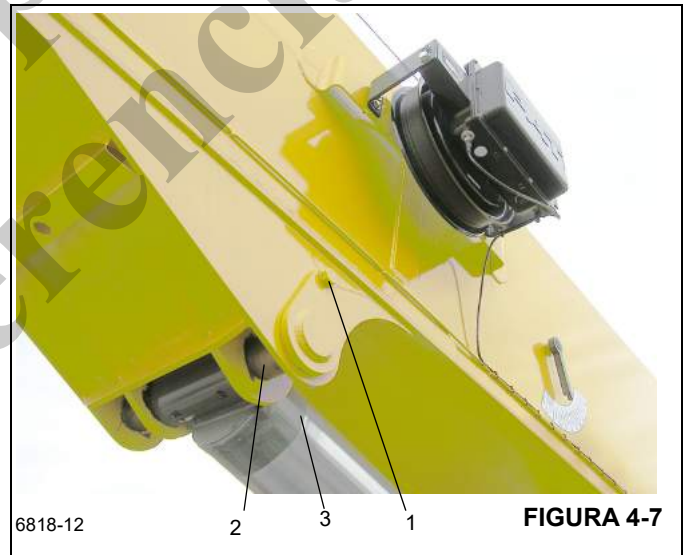

FIGURA 4-7
9. Saque el perno (1), (Figura 4-7) y la arandela que fijan el eje del cilindro de elevación superior (2), (Figura 4-7) al lado de la caja de elevación (3), (Figura 4-7) en la pluma.
10. Asegúrese de que el cilindro de elevación de la pluma esté debidamente soportado antes de desconectarlo de la pluma. Retire el eje del cilindro de elevación superior (2), (Figura 4-7).
cilindro de elevación lo suficiente para dejar libre la caja de elevación (3), (Figura 4-7).